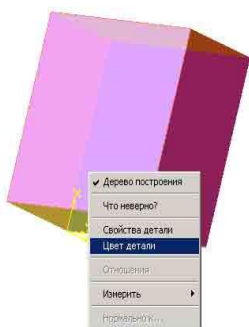

Рис. 75
17. Чтобы изменить цвет детали, то надо ПКМ щелкнуть по эскизу, и в контекстном меню выбрать **Цвет детали**. Затем нажать кнопку «Цвет» и в палитре выбрать понравившийся вам оттенок, потом щелкнуть по кнопке «Ок» и в другом меню нажать кнопку «Ок» (Рис.75).